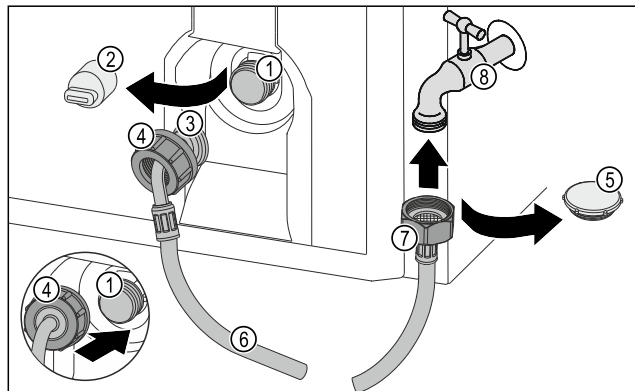

Fig. 33
- ▶ Verschlusskappe Fig. 33 (5) entfernen.
- ▶ Gerades Schlauchende Fig. 33 (7) am Wasserhahn Fig. 33 (8) ansetzen.
- ▶ Mutter am geraden Schlauchende Fig. 33 (7) im Uhrzeigersinn festziehen.